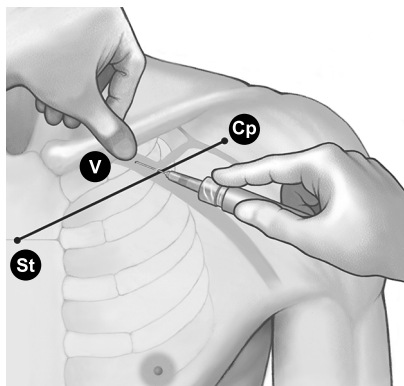

Figure 8. Emplacement du pouce et point d'entrée de l'aiguille
4. Appuyer le pouce contre l'index et déborder de 1 à 2 centimètres sous la clavicle pour protéger le muscle sous-clavier de l'aiguille (en cas d'hypertrophie manifeste du muscle pectoral, le pouce doit se projeter à environ 2 centimètres au-dessous de la clavicle car le muscle sous-clavier est sûrement lui aussi hypertrophié) (Figure 8 Emplacement du pouce et point d'entrée de l'aiguille en page 24).